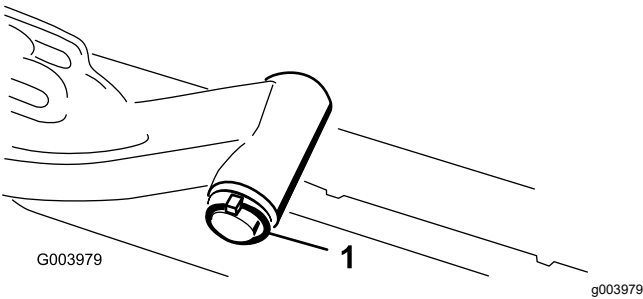

图 8
A. 拆下将提升臂枢轴固定至提升臂的保险销和垫圈将提升臂枢轴滑出提升臂 (图 8)。
C. 将提升臂轴插入提升臂使用垫圈和保险销将其固定 (图 8)。